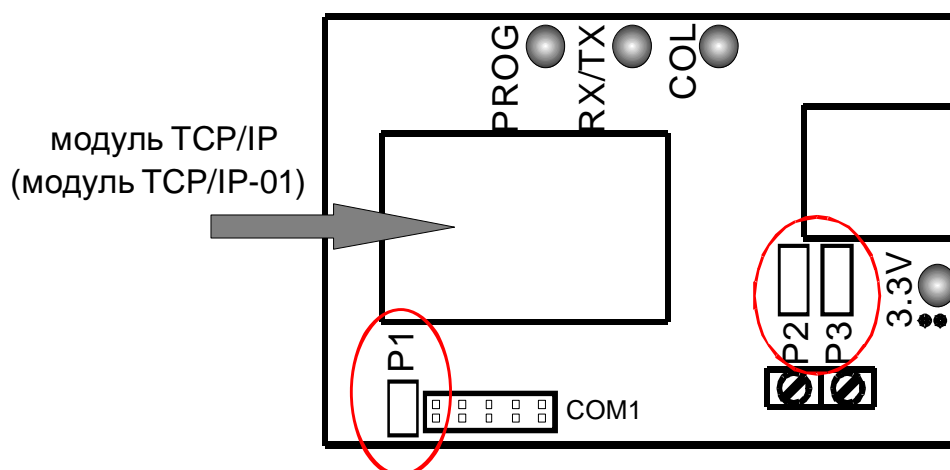

Рис. 7 Плата контроллера TCP/IP.
За работу в сети Ethernet отвечает контроллер TCP/IP, входящий в состав БМ. На плате контроллера располагается (см. Рис. 7):
- Снимите перемычку P1 для включения режима перезаписи сетевых настроек – см. Рис. 7;